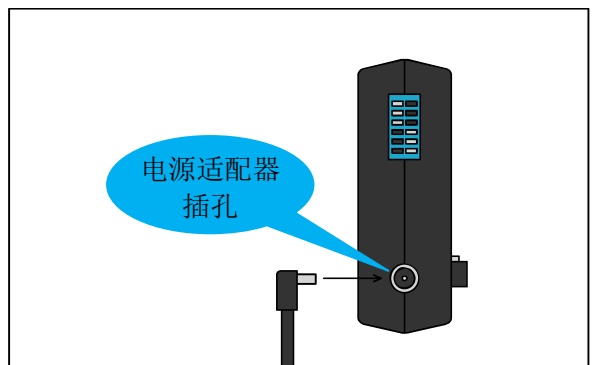

图 6：测试表左侧面插孔
- 5) 把配套电源适配器插入测试表电源插孔（图 6 所示）